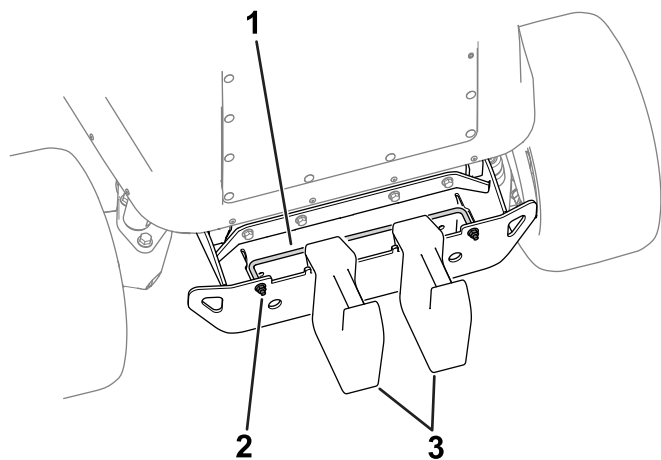

Figura 15
1. Afloje las fijaciones (Figura 15) que sujetan la varilla de sujeción de los contrapesos al parachoques.
2. Añada 2 contrapesos al parachoques, como se muestra en la Figura 15.
3. Apriete las fijaciones de la varilla de bloqueo de los contrapesos (Figura 15) para fijar los contrapesos al parachoques.